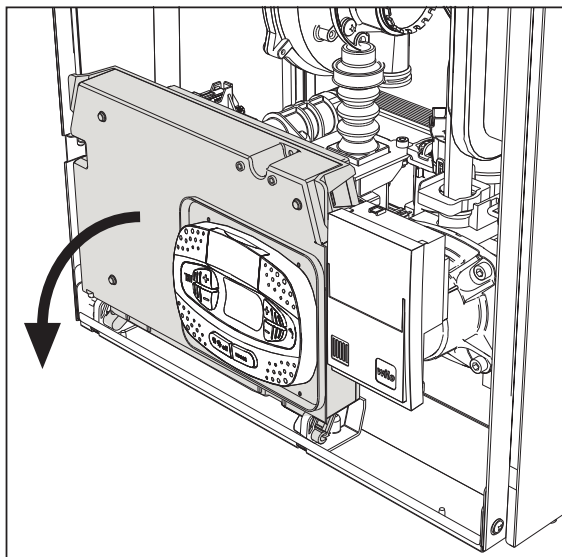
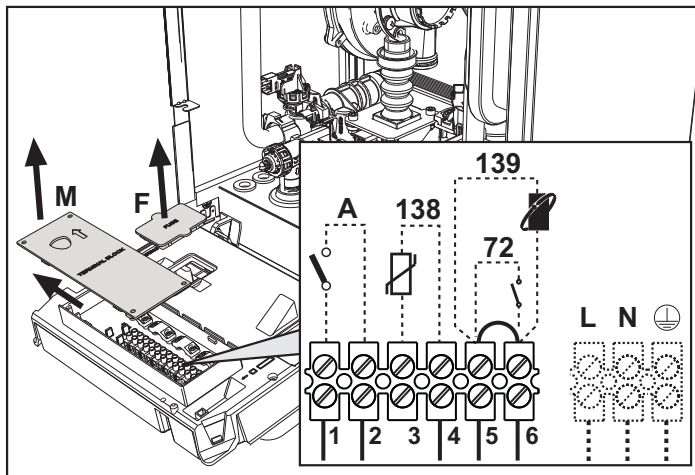

рис. 19
рис. 20
После снятия передней панели (***) 'Открытие передней панели' on page 81 (***) можно получить доступ к клеммной колодке (M) и предохранителю (F), действуя согласно нижеприведенным указаниям (рис. 19 и рис. 20). Клеммы, указанные на рис. 20, должны иметь чистые контакты (не 230В). Расположение зажимов и их назначение показаны также на электрической схеме на рис. 62.